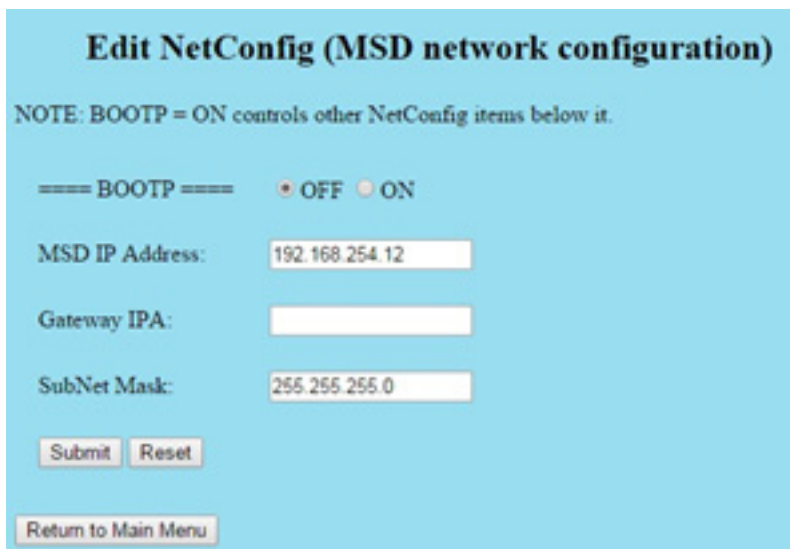

Figura 20. Editar NetConfig da WUI
- 5 Clique **Set Real-Time Clock or Edit NetConfig** e vá para a seção **Edit NetConfig (MSD network configuration)**. (Consulte Figura 20.)